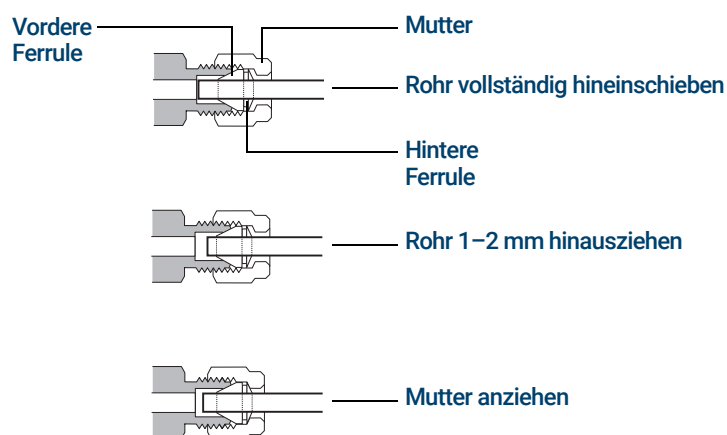

Abbildung 25. Einfügen der Leitung
- 5 Schieben Sie das Rohr vollständig in den Stecker und ziehen Sie es ungefähr 1 bis 2 mm heraus (siehe **Abbildung 25**).